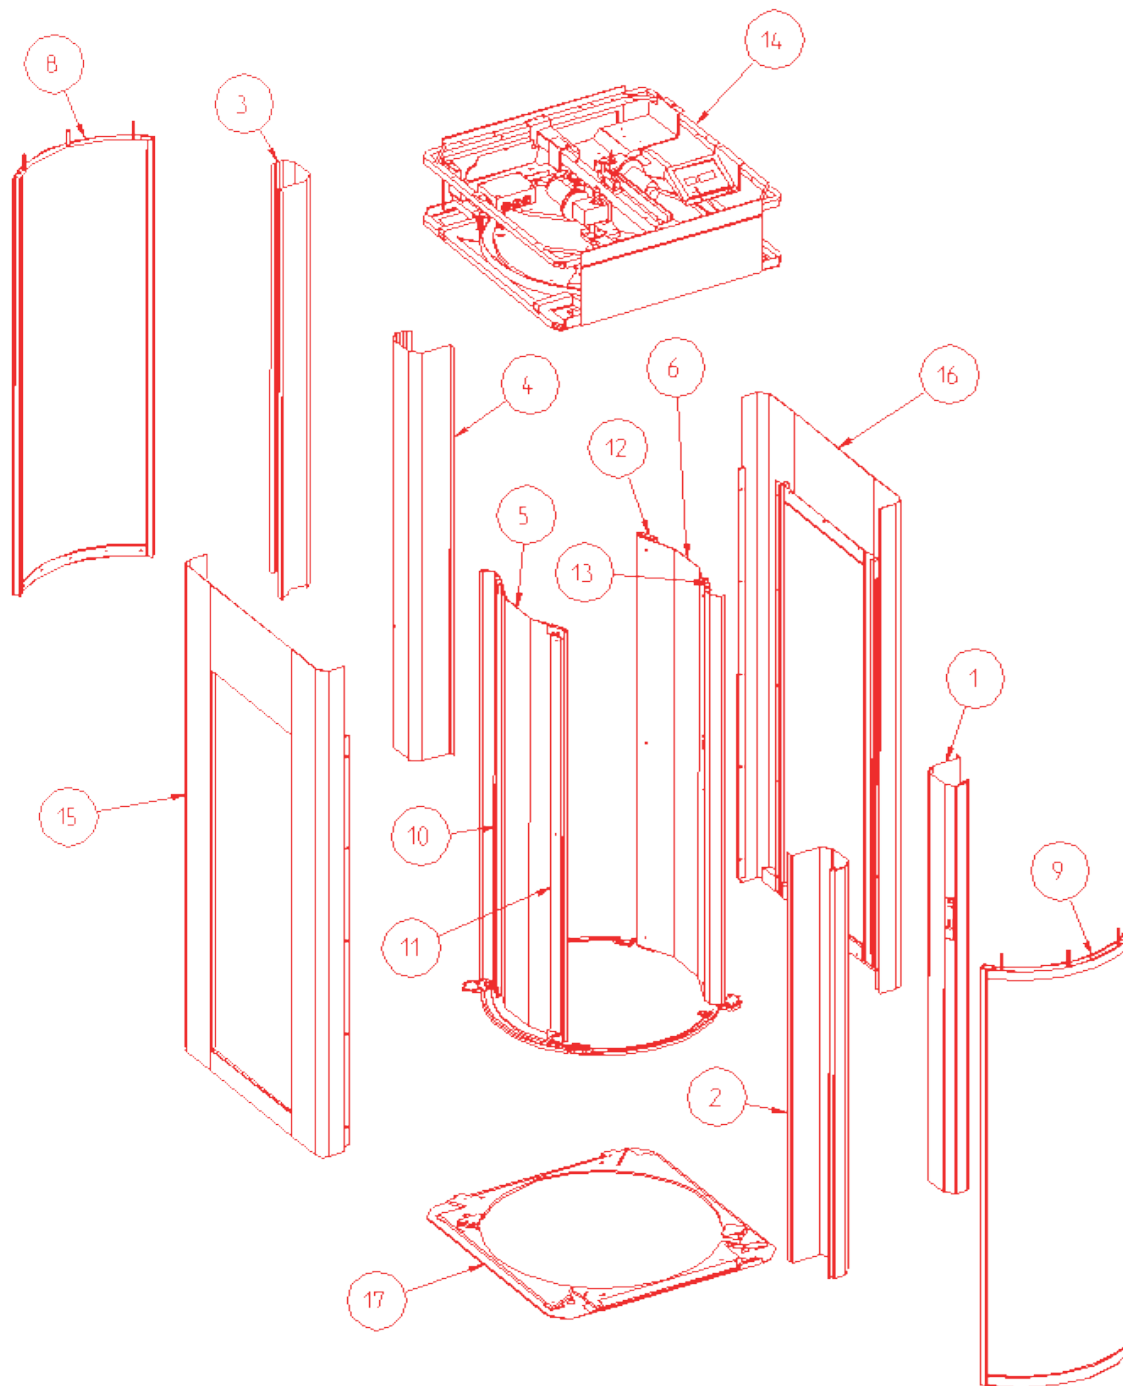

Fig. 24 - Sprängskiss
1. Demontera panelerna, detaljer 1-2-3-4, (⇒ Fig. 24), genom att skruva loss skruvarna som sitter fram till under magnetremsan.
2. Demontera båda de inre små väggarna, detalj 5 och 6, (⇒ Fig. 24).
4. Ta bort dörrarna, detaljer, 8 och 9, (⇒ Fig. 24).
5. Skruva loss de övre skruvarna på den inre cylindern, detaljer 10-11-12-13, (⇒ Fig. 24).
8. Ta ut den övre ramen, detalj 14, (⇒ Fig. 24).
9. Demontera den inre cylinderns pålar, detaljer 10-11-12-13, (⇒ Fig. 24), genom att skruva loss de nedre skruvarna.
10. Demontera de 2 sidoväggarna, detaljer 15 och 16, (⇒ Fig. 24), efter att ha lossat de nedre skruvarna på vinklarna, som är markerade med G, och de sidoväggar som är markerade med H enligt Fig. 28.
Vid behov är det möjligt att demontera sidoväggarna i glas, detaljer 15 och 16, (⇒ Fig. 24), efter att ha tagit bort de 4 glasningslisterna markerade med L (och markerade i Fig. 28).
Slussen kan antingen återmonteras i horisontellt läge för att lyftas igen, eller så kan den återmonteras direkt i vertikalt läge. Det horisontella läget möjliggör en enklare montering av den övre ramen, detalj 14, fig. 24.
1. Placera underdelen, detalj 17, fig. 24.
2. Placera och fixera de 2 sidoväggarna, detalj 15 och 16, Fig. 24.
3. Placera och fixera den övre ramen, detalj 14 Fig. 24.
4. Montera glasen igen i sidoväggarna om de var demonterade, detalj 15 och 16, Fig. 24.
5. Placera pelarna i underdelen och fixera dem, detaljer 10-11-12-13, Fig. 24.
6. Placera åter dörrarna i deras höljen och fixera dem, detaljer 8 och 9, Fig. 24.
8. Återmontera de 2 inre små väggarna, detalj 5 och 6, Fig. 24.
9. Återmontera panelerna, detalj 1-2-3-4, Fig. 24.